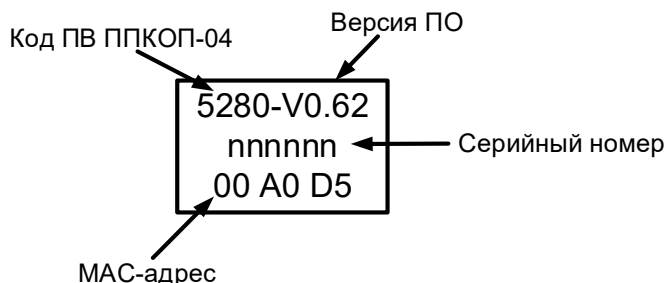

Рисунок 3 – Шильдик на плате пульта
- в поле «MAC адрес» введите уникальный трехбайтный код MAC-адреса (см. рисунок 3).